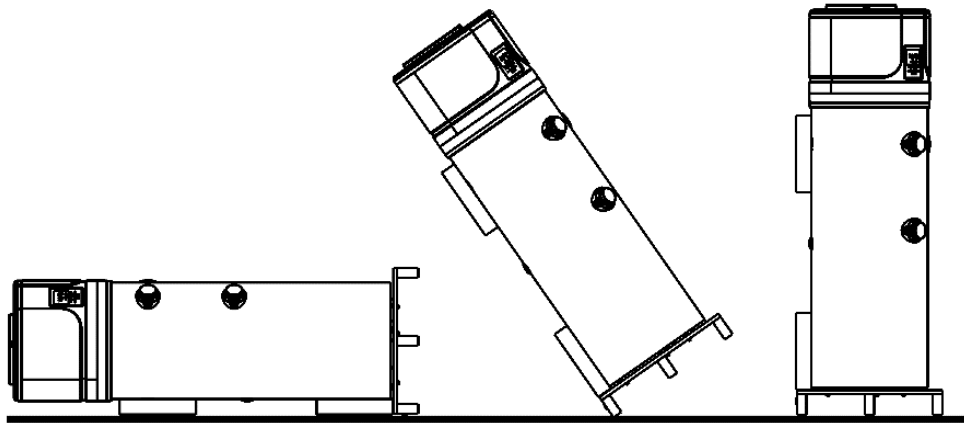

Fig. 2a;
Suivez les étapes décrites lors de l'installation des trois pieds de support (fig. 2a):
- Mettez l'appareil en position allongée comme indiqué sur la fig. 2a;